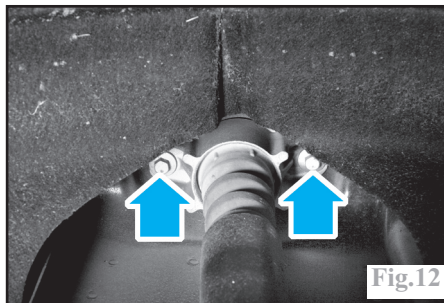

Fig.12
-les vis de fixation supérieure de l'amortisseur (Fig.12) et le dégager.